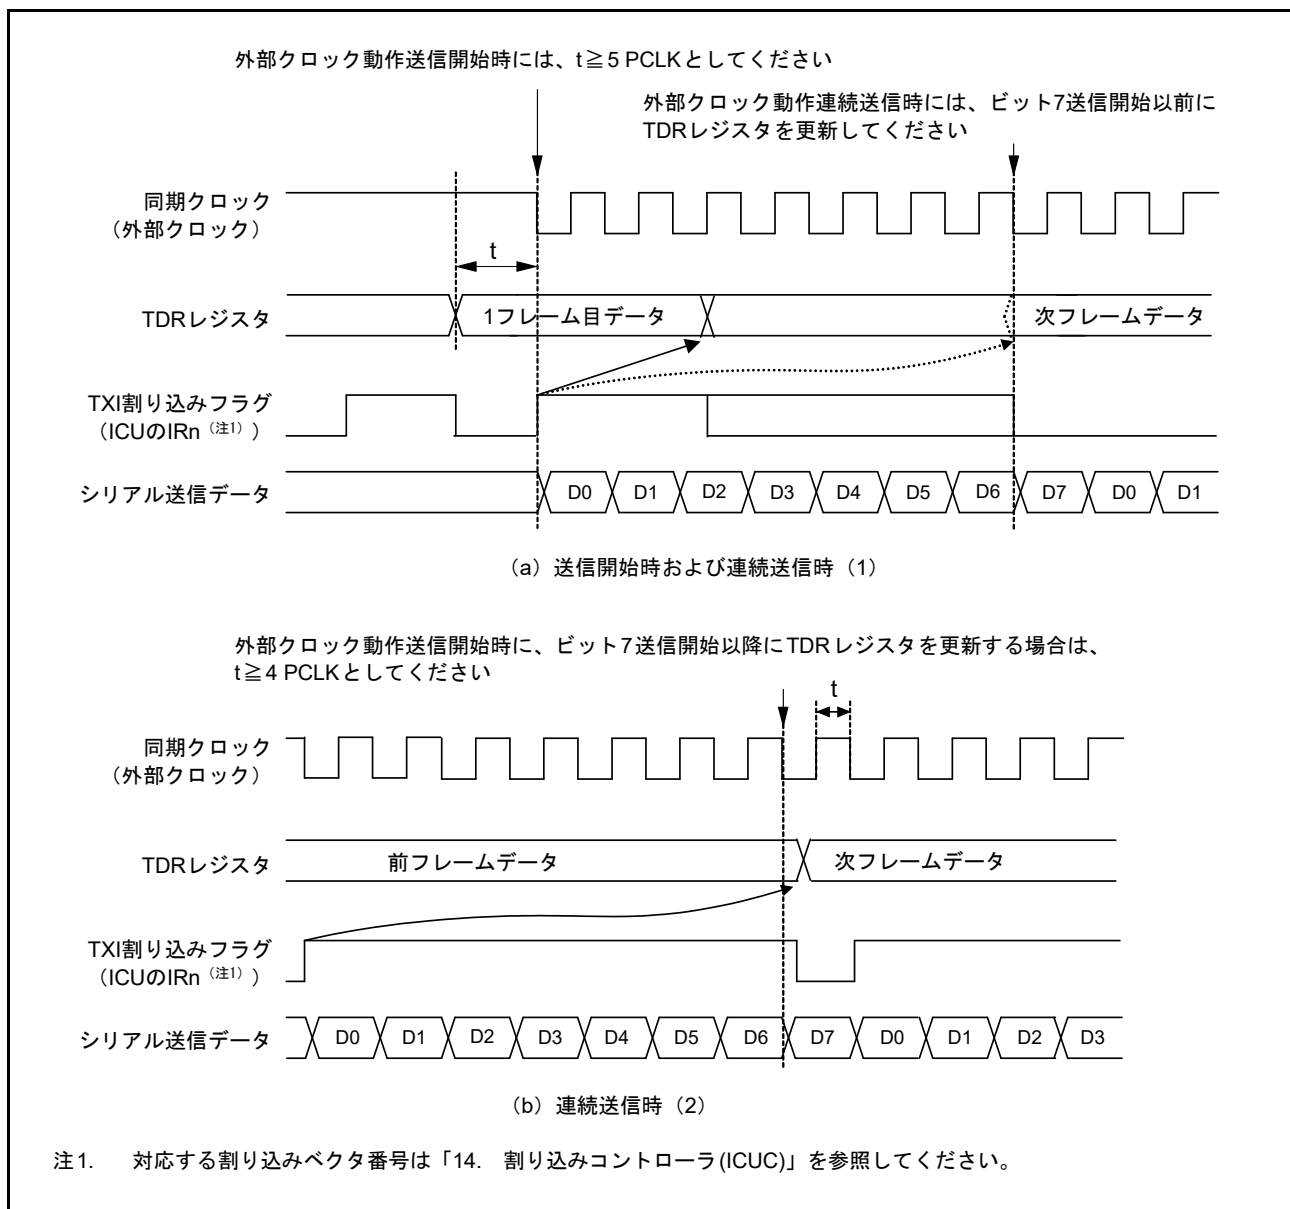

図 32.80 クロック同期式モード送信での外部クロック使用の制約事項
CPU、DMAC または DTC による TDR レジスタの更新後、PCLK で 5 クロック以上経過した後に送信クロックを入力してください (図 32.80 参照)。
- ビット7の送信クロックの立ち上がり以前に、TDR レジスタまたは TDRL レジスタに次の送信データを書き込んでください (図 32.80 参照)。
- ビット7送信開始以降に TDR レジスタを更新する場合は、同期クロックが Low の期間に TDR レジスタを更新し、かつビット7の送信クロックの High 幅を、4 PCLK 以上にしてください (図 32.80 参照)。